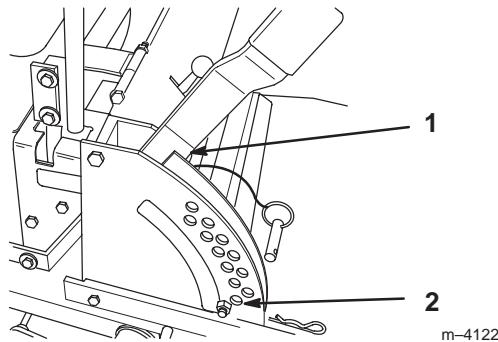
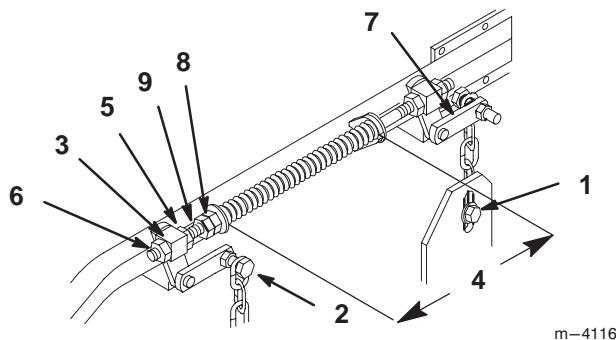

Figure 57
Figure 58
2. Vérifiez la pression des quatre (4) pneus et réglez-la à 13 psi (90 kPa) au besoin.
4. Elevez le plateau de coupe en position de transport (Fig. 57). Détendez les deux grands ressorts de levage du plateau en desserrant autant que possible l'écrou de blocage et l'écrou avant, devant chaque ressort (Fig. 58).
5. Placez deux cales de 35 mm d'épaisseur sous le bord inférieur arrière gauche et droit de la tondeuse. Placez un bloc de 44 mm sous le bord inférieur central avant de la tondeuse, pas sous les supports des galets de protection. Sélectionnez la hauteur de coupe de 38 mm (Fig. 57).
6. Desserrez le boulon inférieur de la chaîne, dans la fente située à l'arrière du plateau de coupe. Répétez la procédure de l'autre côté (Fig. 58).
7. Desserrez l'écrou de blocage avant et arrière de chaque côté du pivot avant. Continuez de desserrer jusqu'à ce que les chaînes avant soient desserrées et que le plateau repose sur les cales. Répétez la procédure de l'autre côté (Fig. 58).
8. Quand la visserie est desserrée, la tension encore présente dans les grands ressorts de soutien a tendance à tourner la poignée de levage du plateau de coupe vers le haut et à lui faire quitter la position de 38 mm. Appuyez fermement sur le bras de support arrière du plateau pour ramener la poignée de levage à cette position (Fig. 58).
9. Tout en continuant d'appuyer sur le bras de support arrière du plateau de coupe, tendez la chaîne arrière et serrez la visserie inférieure (Fig. 58). Vous pouvez maintenant relâcher le bras de support arrière. Répétez la procédure de l'autre côté.
14. Déplacez le levier de levage du plateau de coupe à la position de transport (Fig. 57).
15. Réglez les ressorts de compression en tournant les écrous avant de façon à obtenir un espace de 260 mm entre les deux grandes rondelles. Serrez fermement l'écrou de blocage (Fig. 58).